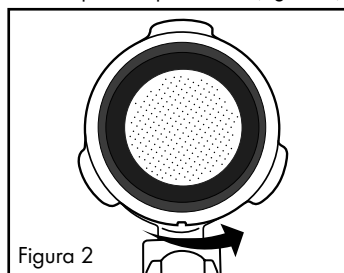

Figura 2
- Rode então um pouco o filtro de café grande 19 ou pequeno 20, de modo que não possa cair (figura 2).